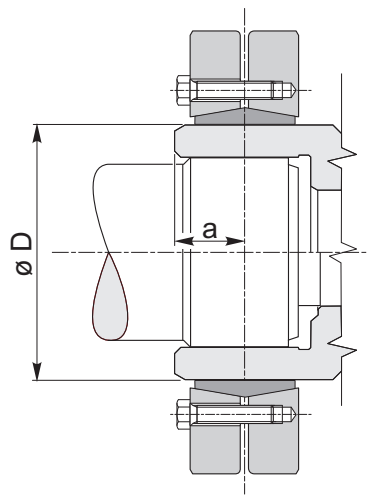

Abb. 17
- Die Mittellinie des Spannsatzes auf der Mittellinie des nutzbaren Abschnitts der Antriebswelle (siehe Abb. 17 (pag. 29)) positionieren. Hierbei Maß „a“ einhalten, das je nach Größe des Spannsatzes variiert (siehe die nachstehende Tabelle).